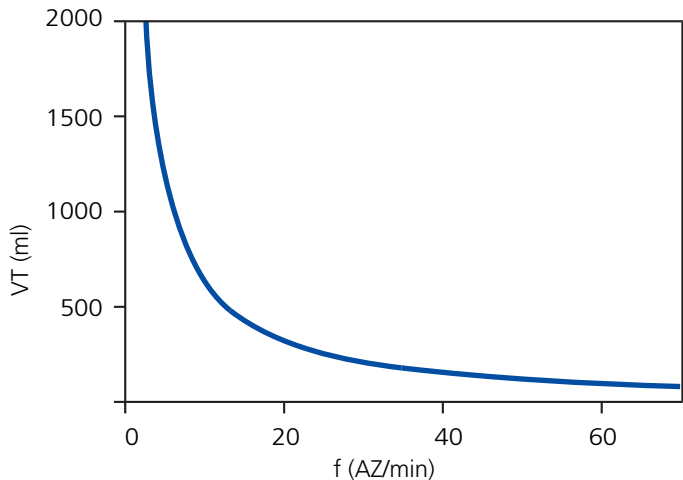

Abbildung C-7. MinVol = 7 l/min. Alle möglichen Kombination aus VT und f, die zu einem Minutenvolumen von 7 l/min führen, liegen auf der dargestellten Kurve.
Beispielsweise wird bei einem %MinVol = 100 und einem KGewicht = 70 kg ein Ziel MinVol von 7 l/min berechnet. Dieser Zielwert kann durch eine Reihe von Kombinationen aus Tidalvolumen (VT) und Atemfrequenz (f) erreicht werden. Dies ist in Abbildung C-7 dargestellt, wo alle möglichen Kombinationen aus VT und f auf der fett gedruckten Kurve liegen, der Kurve für das Ziel-Minutenvolumen.
Nicht alle der in Abbildung C-7 dargestellten Kombinationen von VT und f sind für den Patienten sicher. Die hohen Tidalvolumina würden die Lungen überdehnen, und die niedrigen Tidalvolumina würden keine alveolare Belüftung gewährleisten. Ein weiteres Risiko liegt in ungeeigneten Beatmungsfrequenzen. Hohe Frequenzen könnten zu einer dynamischen Hyperinflation oder Breath Stacking und so zu unbeabsichtigtem PEEP führen. Niedrige Frequenzen können zu Hypoventilation und Apnoe führen. Daher ist es notwendig, die möglichen Kombinationen von VT und f einzuschränken.